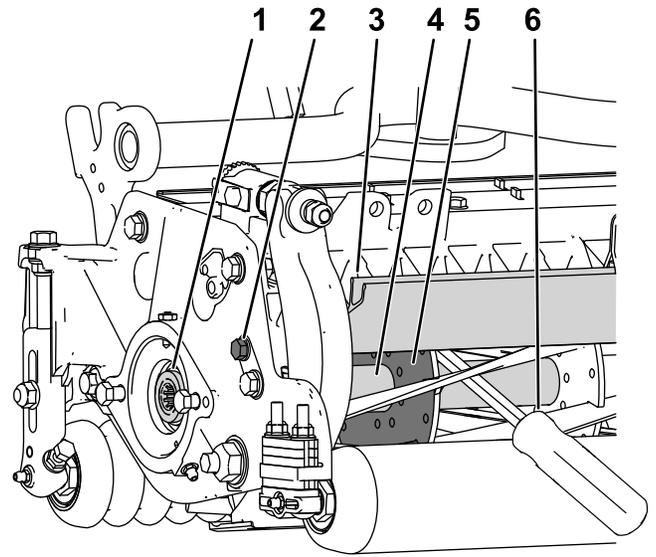

Figure 42
1. Desserrez le boulon du déflecteur sur le côté gauche de l'unité de coupe et levez le déflecteur arrière (Figure 42).
2. Insérez un levier à long manche ($\frac{3}{8}$ " x 12" avec manche de tournevis recommandé) par le bas du cylindre de coupe, le plus proche du côté de l'unité de coupe que vous allez serrer (Figure 42).
3. Placez le levier contre le côté soudé de la plaque de support du cylindre (Figure 42).